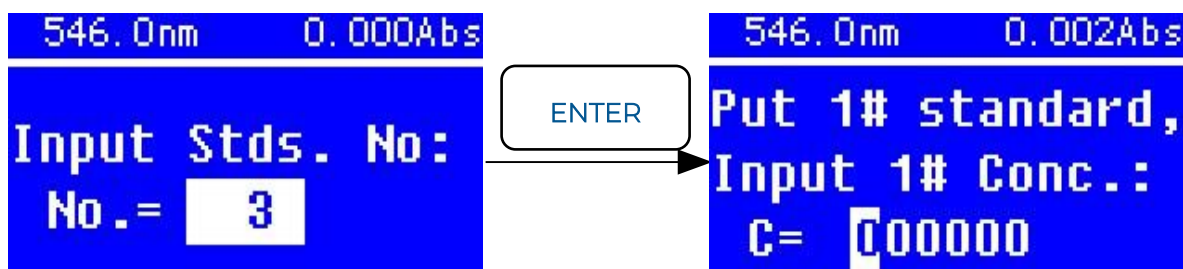

Figura 12
- 4 Use las teclas ▲ y ▼ para ingresar la cantidad de muestras estándar, luego presione **ENTER** para confirmar. El sistema entrará a la siguiente interfaz (figura 12).